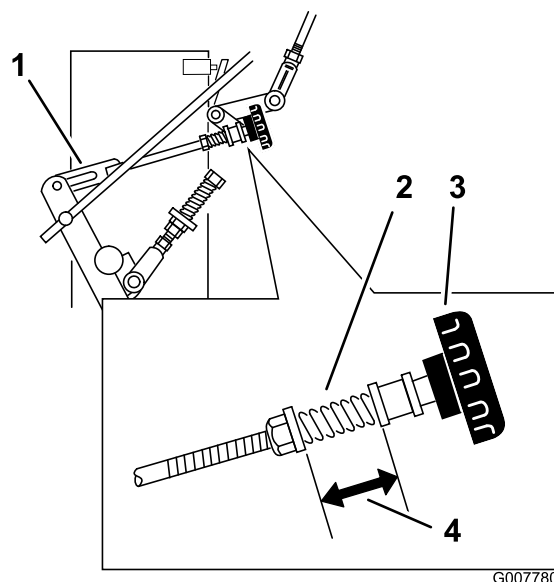

Figura 36
contrario a las agujas del reloj hasta que la rueda empiece a girar hacia adelante (Figura 36).
4. Gire el mando en el sentido de las agujas del reloj, 1/4 de vuelta a la vez. Luego mueva la palanca de control de la velocidad hacia adelante y hacia atrás a punto muerto. Repita esto hasta que la rueda derecha deje de girar hacia adelante (Figura 36).
6. El muelle que mantiene tensado el mando no suele necesitar ajustes. No obstante, si es necesario ajustarlo, ajuste el muelle hasta que la distancia entre las arandelas sea de 26 mm (1 pulgada) (Figura 36).
7. Ajuste la longitud del muelle girando la tuerca de la parte delantera del muelle (Figura 36).